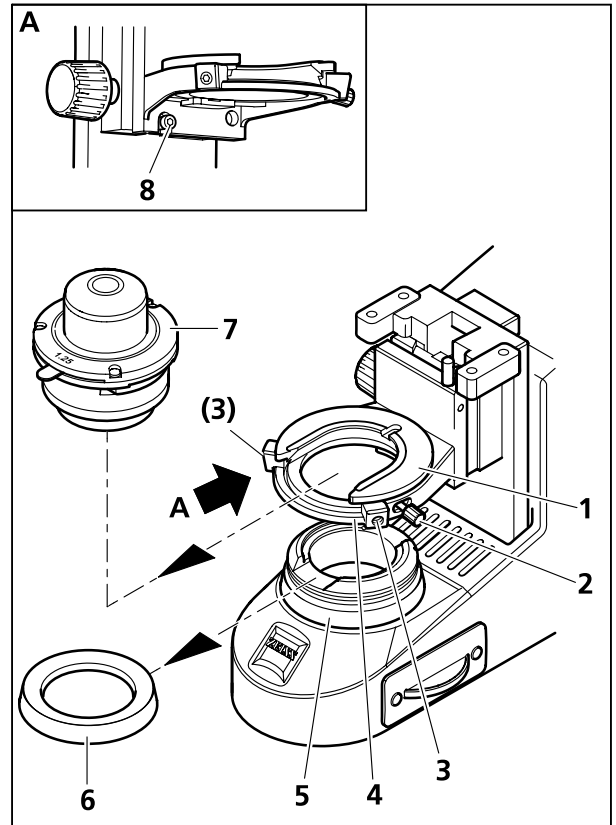

Figura 30 Desmontar y montar el condensador
- Desenroscar el anillo de cubierta (Figura 30/6) del diafragma de campo luminoso (Figura 30/5).
- Desenroscar el tornillo de tope (Figura 30/8) y llevar el portacondensador totalmente hacia abajo mediante el botón moleteado para el ajuste vertical.
- Aflojar el tornillo de apriete (Figura 30/2) del condensador y los tornillos de ajuste (Figura 30/3) del portacondensador (Figura 30/4) mediante la llave Allen hasta tal punto que se podrá sacar el condensador (Figura 30/7) hacia adelante. Sacar el condensador (Figura 30/7).
- Desenroscar el tornillo de apriete (Figura 30/2 o sea Figura 31/1) del encaje portacondensador (Figura 30/1 o sea Figura 31/3).
- Presionar el encaje portacondensador contra el resorte hacia atrás y sacarlo oblicuamente hacia arriba del portacondensador (Figura 30/4).